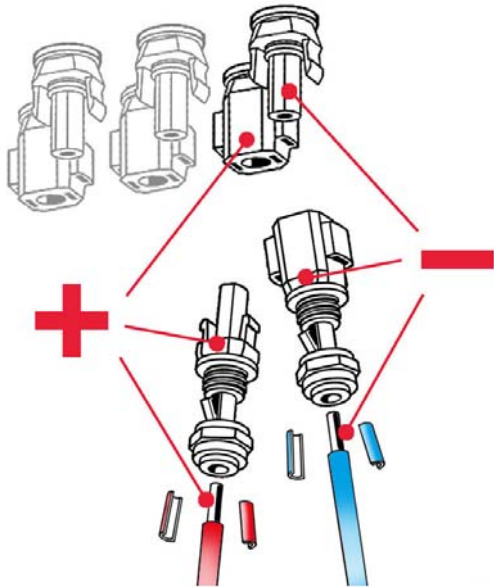

Abbildung 2.21 Richtige Polarität: Sunclix-Steckverbinder an Kabel montieren
1. Sunclix-Steckverbinder (nicht im Lieferumfang enthalten) an die PV-Kabel montieren, siehe Abschnitt *Abbildung 2.21*.
2. Die Polarität und Maximalspannung der PV-Arrays durch Messen der PV-Leerlaufspannung prüfen. Siehe *Abbildung 2.21*.
- Die PV-Kabel über Sunclix-Steckverbinder anschließen. Die richtige Polarität sicherstellen, siehe *Abbildung 2.21*.